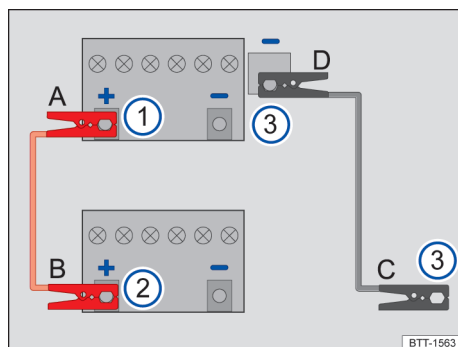
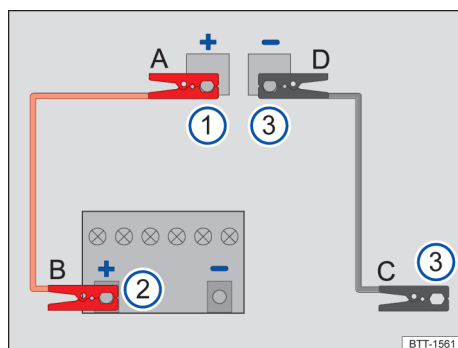

Fig. 214 Esquema para a conexão dos cabos auxiliares de partida (bateria do veículo 12 V no compartimento do motor).
Fig. 215 Esquema para a conexão dos cabos auxiliares de partida no veículo que presta auxílio à partida (bateria do veículo 12 V no compartimento de bagagem).
Legenda para Fig. 214 e Fig. 215:
Conectar o cabo auxiliar de partida somente na sequência **A - B - C - D** → Fig. 214.
- Conectar uma extremidade do cabo auxiliar de partida *vermelho* ao polo positivo (+) do veículo com a bateria do veículo 12 V descarregada → Fig. 214 ① → ▲.
- Conectar a outra extremidade do cabo auxiliar de partida *vermelho* ao polo positivo (+) do veículo fornecedor de corrente → Fig. 214 ②.
- Conectar a outra extremidade do cabo auxiliar de partida *preto* → Fig. 214 ③ do veículo híbrido com a bateria 12 V descarregada, de preferência, a um ponto de auxílio à partida (ponto de aterramento), ou então, a uma peça maciça de metal parafusada firmemente com o bloco do motor ou ao próprio bloco do motor → ▲.
Conectar o cabo auxiliar de partida somente na sequência **A - B - C - D** → Fig. 215.
- Conectar uma extremidade do cabo auxiliar de partida *vermelho* ao ponto de auxílio à partida (polo positivo) (+) do veículo com a bateria do veículo 12 V descarregada → Fig. 215 ① → ▲.
- Conectar a outra extremidade do cabo auxiliar de partida *vermelho* ao polo positivo (+) do veículo fornecedor de corrente → Fig. 215 ②.
- Conectar uma extremidade do cabo auxiliar de partida *preto* → Fig. 215 ③ no veículo com a bateria do veículo 12 V que fornecerá corrente, de preferência, num ponto de auxílio à partida (ponto de aterramento), ou então, numa peça metálica maciça firmemente aparafusada com o bloco do motor ou no próprio bloco do motor.
- Conectar a outra extremidade do cabo auxiliar de partida *preto* → Fig. 215 ④ do veículo híbrido com a bateria 12 V descarregada, de preferência, a um ponto de auxílio à partida (ponto de aterramento), ou então, a uma peça maciça de metal parafusada firmemente com o bloco do motor ou ao próprio bloco do motor → ▲.
- Desconectar o cabo auxiliar de partida com o motor em funcionamento somente na sequência **D – C – B – A** Fig. 214 ou → Fig. 215.